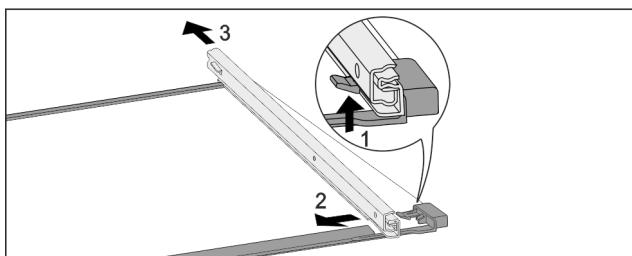

Fig. 71 Steklena plošča z vodili
- Sprednji zaskočni kaveljček potisnite navzgor. Fig. 71 (1)
- Izvlečno vodilo potisnite Fig. 71 (2) na stran Fig. 71 (3) in nazaj.